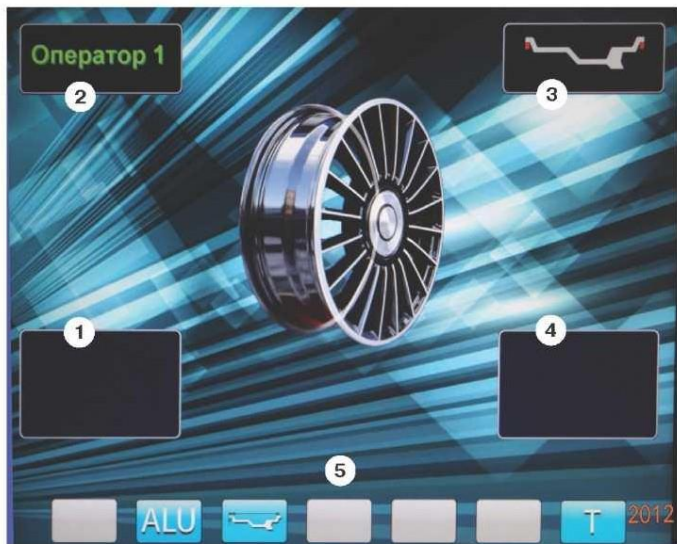

рис.8.2.
8.3. После включения питания СБ на экране монитора отображается фирменная заставка, которая через несколько секунд сменяется отображением экрана основного рабочего режима (рис. 8.2).
Для выбора нужной схемы нажмите кнопку верхнего ряда клавиатуры с соответствующим номером. Выбранная схема установки грузов отображается в окне 3 экрана основного рабочего режима (рис. 8.2).